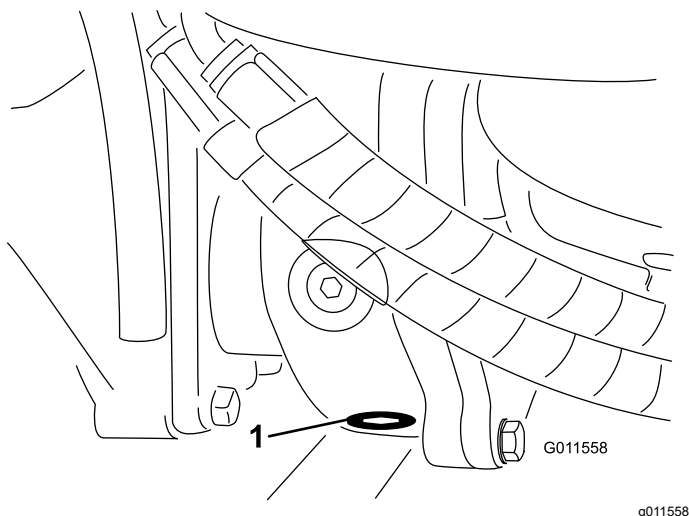

Figure 108
- Nettoyez la surface autour du bouchon de vidange au bas du boîtier d'engrenages (Figure 108).